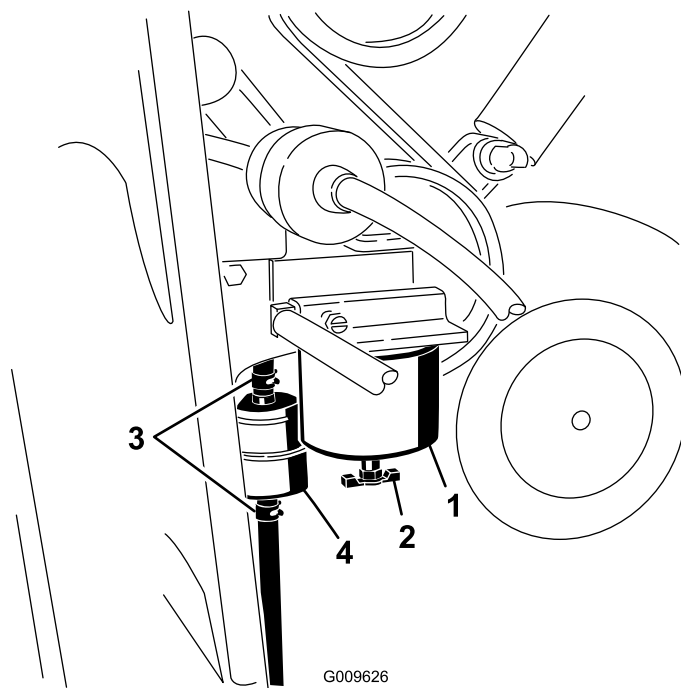

Figure 35
3. Localisez le filtre à carburant situé sur le côté droit du moteur (Figure 35) et placez un récipient dessous.
4. Localisez les filtres à carburant situés sur le côté droit du moteur (Figure 35) et placez un récipient dessous.
5. Nettoyez la surface autour des supports de la cartouche du filtre (Figure 35).
6. Déposez la cartouche et nettoyez la surface de montage (Figure 35).
9. Installez la cartouche à la main jusqu'à ce que le joint rejoigne la surface de montage. Serrez ensuite la cartouche d'un demi tour supplémentaire (Figure 35).
10. Localisez le filtre en ligne à gauche de la cartouche du filtre à carburant (Figure 35) et notez le sens de la flèche sur le côté du filtre en ligne.
11. Ouvrez les colliers à chaque extrémité du filtre en ligne et débranchez les flexibles (Figure 35). Mettez le filtre au rebut.
12. Branchez les flexibles au bout d'un filtre neuf (Figure 35) en veillant à orienter la flèche qui se trouve sur le filtre vers le moteur ou la pompe d'alimentation électrique.